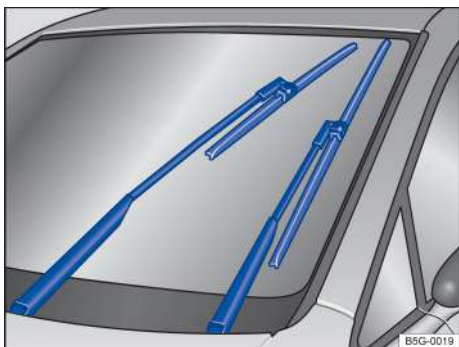

Рисунок 101. Стеклоочистители в сервисном положении
С помощью рычага управления стеклоочистителями переведите стеклоочистители в вертикальное положение. →Рисунок 101, выключите зажигание, оставив стеклоочистители в этом положении, а затем поднимите стеклоочистители от лобового стекла.
- Инструкции по очистке передних стеклоочистителей: поднимите стеклоочистители от лобового стекла. →Рисунок 101.
- Поднимите стеклоочиститель от лобового стекла →Рисунок 101.